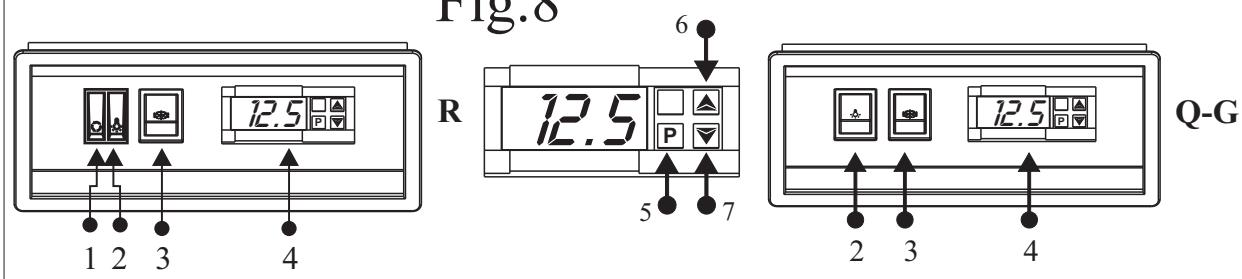

Fig.9
6. Sostituire il tubo fluorescente. **7.** Ripristinare tutto procedendo in senso inverso (vedi Fig.9).